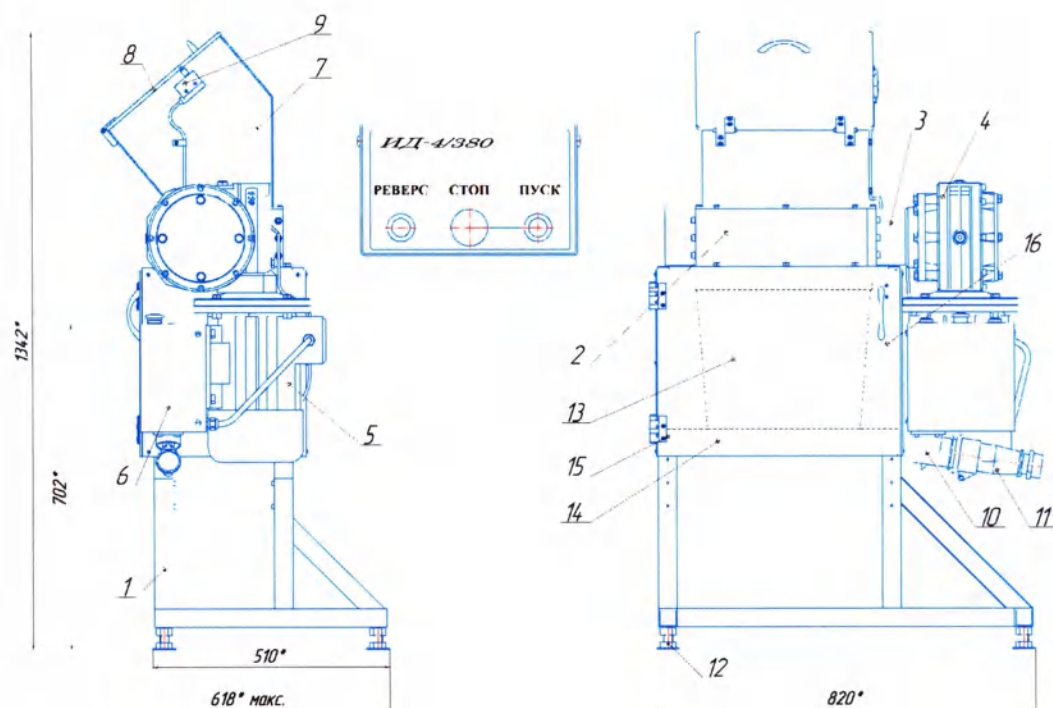

Рис. 1 Общий вид измельчителя-деструктора.
3.1 Общий вид измельчителя показан на рис. 1.